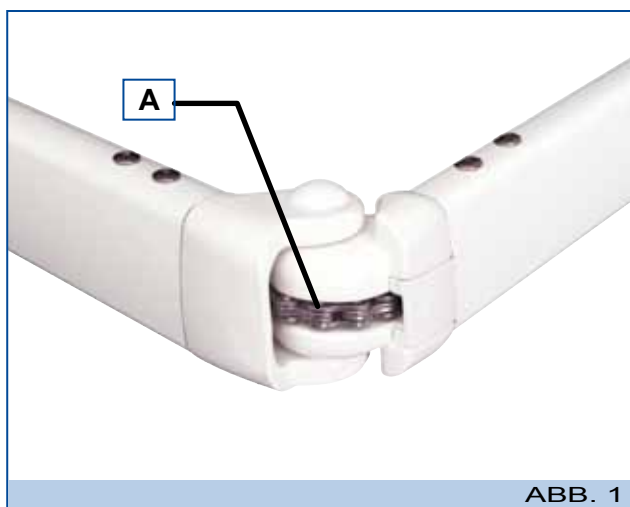
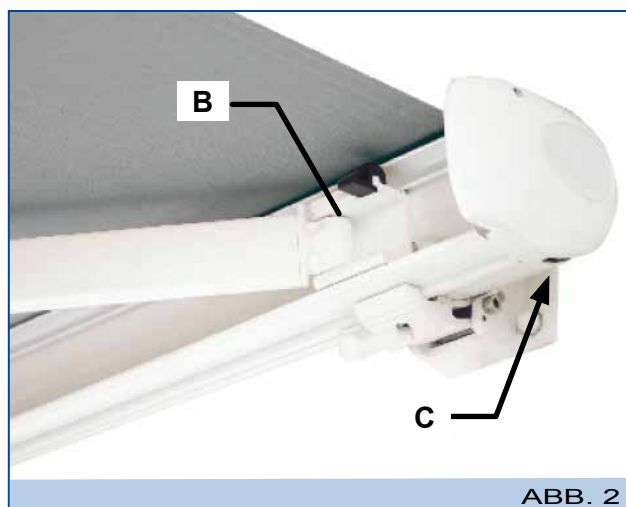

ABB. 1
ABB. 2
- Bei Gelenkarmen mit Kette die Kette, das Gelenk (A – Abb. 1) und das Oberarmgelenk (B – Abb. 2) schmieren.
- Die gegenüber der Steuerung (Motor oder Getriebe – Kurbel) angebrachte Wellkapsel schmieren (C – Abb. 2).